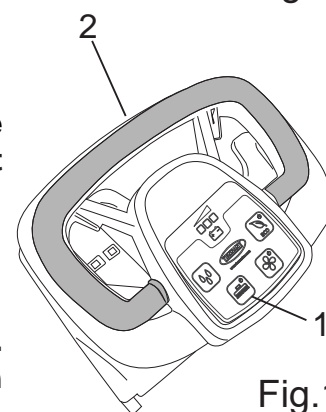

Fig.11
- Druk op de borstelknop (Fig.11-Ref.1):
- Bedien de bedieningshendel van de borstel (fig.11-Ref.2) enkele keren kortstondig: op deze manier wordt de borstel automatisch aan de naaf van de flens gekoppeld. Als deze handeling faalt, druk dan opnieuw op de handgreep, herhaal de centrering en de bediening van de borstelhendel.
- Druk drie seconden op de borstelknop (Fig.11-Ref.1), de machine zal de borstel automatisch loskoppelen.